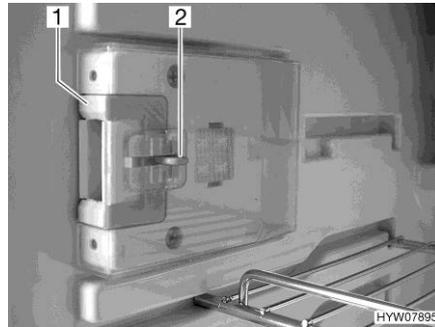
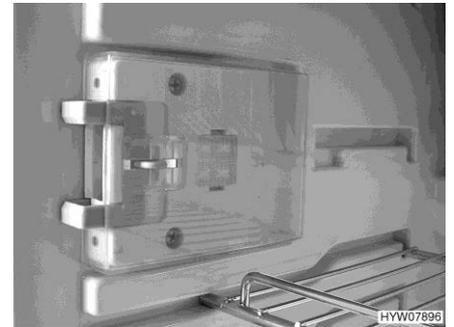

Fig. 189 Dispositivo de cierre (posición normal)
Fig. 190 Dispositivo de cierre (posición de ventilación)
- Hundir el desbloqueo (Fig. 189,2).
- Empujar el dispositivo de cierre (Fig. 189,1) hacia delante (Fig. 190).